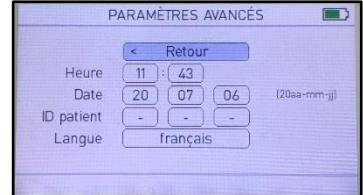

Figure 45. Paramètres avancés
2. Sélectionnez Paramètres en appuyant sur  (*Voir Figure 45*). A partir de ce menu, vous pouvez régler la date, l'heure, l'identification du patient et la langue de la console.
1. Dans Paramètres avancés (*Voir Figure 45*) sélectionnez heure.
1. Dans Paramètres avancés (*Voir Figure 45*) sélectionnez Date.
1. Dans Paramètres avancés (*Voir Figure 45*) sélectionnez ID patient.
1. Dans Paramètres avancés (*Voir Figure 45*) sélectionnez langue.